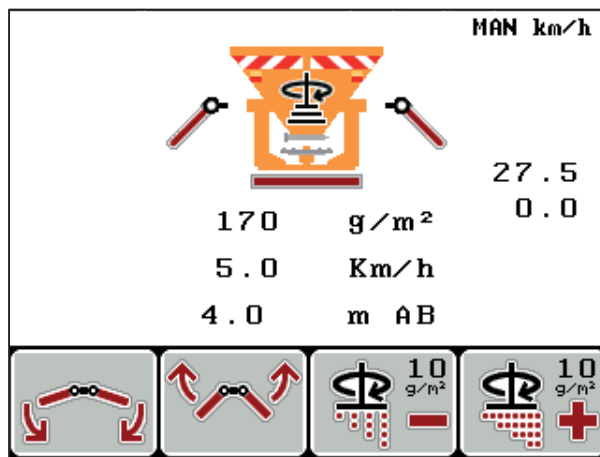

Figure 5.7 : Schéma d'épandage symétrique
3. Actionner la touche **L/R** jusqu'à ce que les deux côtés puissent être réglés simultanément (voir la figure 5.7)
La schéma d'épandage symétrique est actif dès que les deux côtés sont réglables simultanément (voir figure 5.7) et que les vérins sont réglés jusqu'à la position de l'à-coup final (haut ou bas).